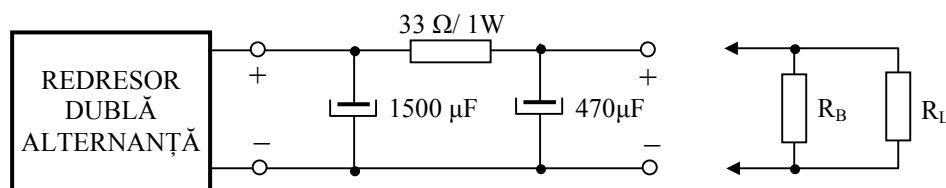

Fig.2 Redresor cu filtru π
Filtrul π prezentat în fig. 2 este folosit în mod obișnuit pentru reducerea riplurilor când sarcina este în clasă A, adică avem o singură tensiune și un singur curent. Principiul este destul de simplu: orice schimbare a tensiunii cauzată de riplurile ce trec prin rezistența serie a filtrului π sunt absorbite de al doilea condensator, în acest caz având valoarea de $470\text{ }\mu\text{F}$. Rezistența este aleasă pentru a reduce tensiunea de la valoarea de vârf de la ieșirea redresorului la cea cerută de sarcină. Valoarea sa depinde de tensiunea ce trebuie să cadă pe ea și de valoarea curentului de sarcină.
1. Se studiază sursa cu filtru π din fig. 2. Se folosește aceeași rezistență de descărcare de 10 k Ω , dar inițial nu se conectează sarcina. Se conectează componentele ca în circuitul din fig.2.